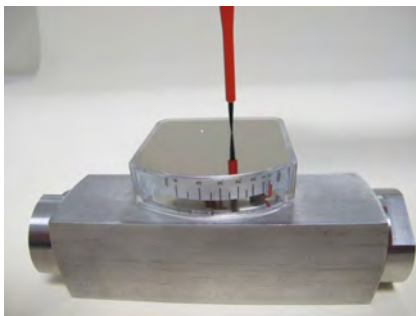

Abb. 38
1. ► Befestigungsschrauben der Anzeige-Deckelplatte lösen (Abb. 38)